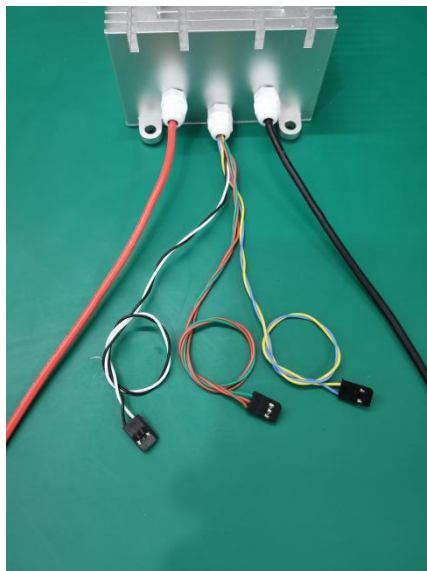

图 1 电调线色定义
1.1 电源线：上图 1 中粗红 12AWG 硅胶线为电源正极输入，粗黑 12AWG 硅胶线为电源负极输入；
1.2 油门信号线：上图 1 中黑色 3P 斜口杜邦头中细 2 色（黑、白）为油门信号线，黑色线为信号地线，白色线为 PWM 信号输入线，默认油门范围在 1150 ~ 1950us；
1.3 串口通信线：上图 1 中黑色 3P 斜口杜邦头中细 3 色（棕、红、绿）为串口通信线，棕色线为信号地线，红色线为电调信号（TTL 电平）接收线（RX），绿色线为电调信号（TTL 电平）输出线（TX），输出信息内容有通信协议版本、输入电压、输入电流、输入油门、芯片温度、外部电阻、通信计数、输出频率、输出电流、输出油门、模块温度、电调状态；
1.4 CAN 通信线：上图 1 中黑色 3P 斜口杜邦头中细 2 色（黄、蓝）为 CAN 通信线，黄色线为 CAN-H，蓝色线为 CAN-L。